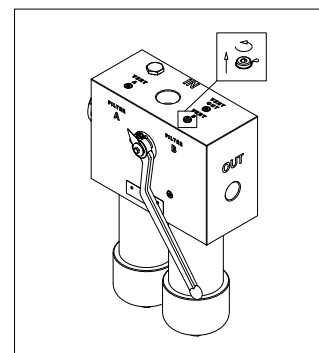

fig. 7
- (Fig. 7) Allentare il tappo di sfiato sul LATO ESAUSTO "Vent A" o "Vent B" di un giro al massimo